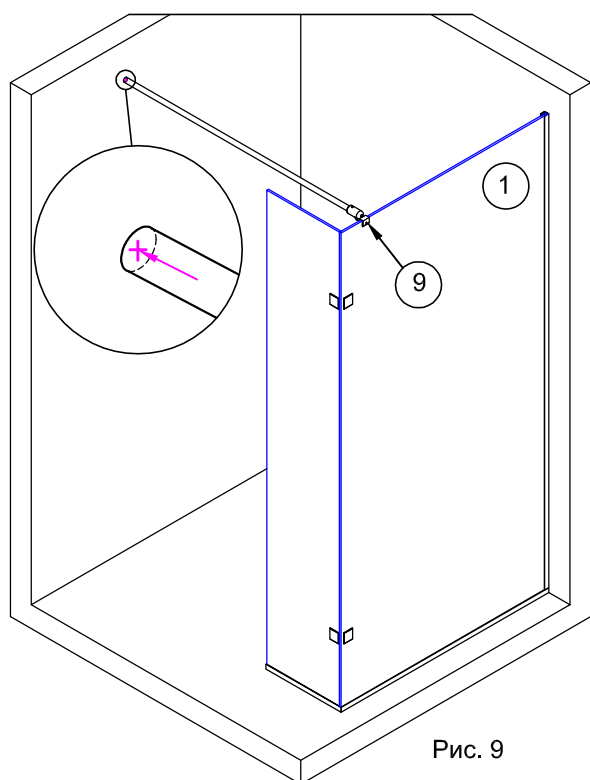

Рис. 9
4.2. Установить собранную штангу на стелю панели (рис.9).
Отступ от внешнего угла стекла до держателя стекла №9 50 - 100 мм. Временно зафиксируйте на стекле держатель штанги, закрутив винт шестигранным ключом (рис.9).
4.3. При помощи уровня обеспечить горизонтальное положение штанги. На противоположной стене отметить положение оси штанги (рис.9).